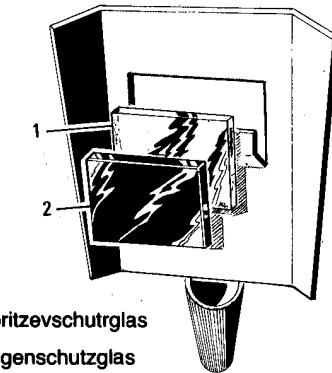

Bild 2
- Halten Sie das Schweißschutzbild (vorbereitet laut Bild 2) vor die Augen.